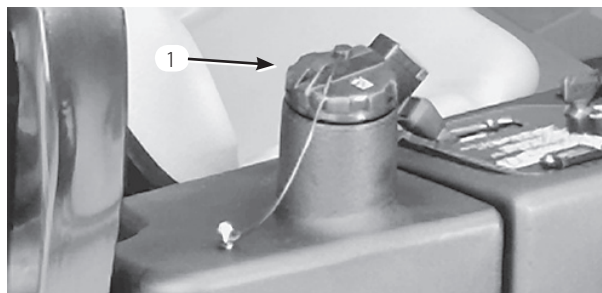

图 20
2. 油圧オイルタンクの注油口周辺をきれいに拭く(図 20)。キャップを外す。